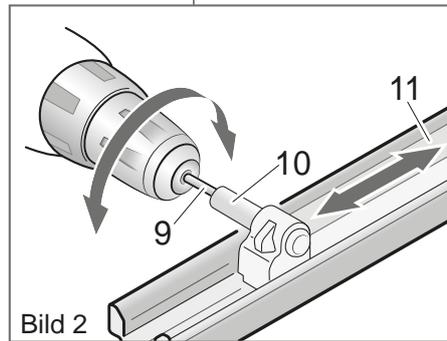

Bild 2
- Drahtbügel (7) mittels Zange am Höhenventilhebel (8) und Querrohr (3) aushängen.
- Einen Schraubendreher mit der schmalen Seite auf Querrohr (3) zwischen Sicherungsring (9) und Ventil für Höheneinstellung (5) aufsetzen, um 90° drehen um Ventil (5) vom Querrohr (3) zu lösen (Bild 2).
- Flexwellen (9) mittels Seitenschneider durchtrennen.
- Querwinkel (7), Gummiabdeckungen (8) und Antrieb (2) können nun entnommen werden.
- Defekte Flexwelle (9) in einen Akkuschauber spannen, Welle in Antriebszapfen (10) der Schienen stecken und mit dem Akkuschauber Schienen (11) soweit verstellen, bis Befestigungsschrauben (12) zum Fahrzeugboden erreichbar sind (Bild 2).
- Befestigungsschrauben (12) herausdrehen und Schienen entfernen.